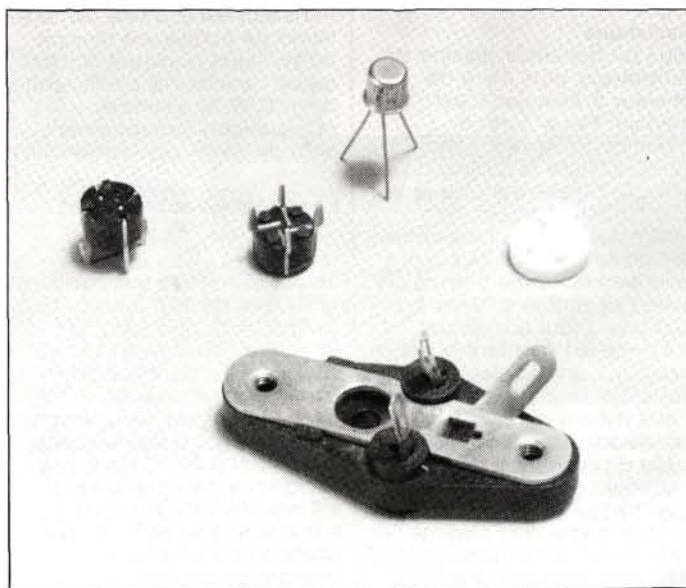
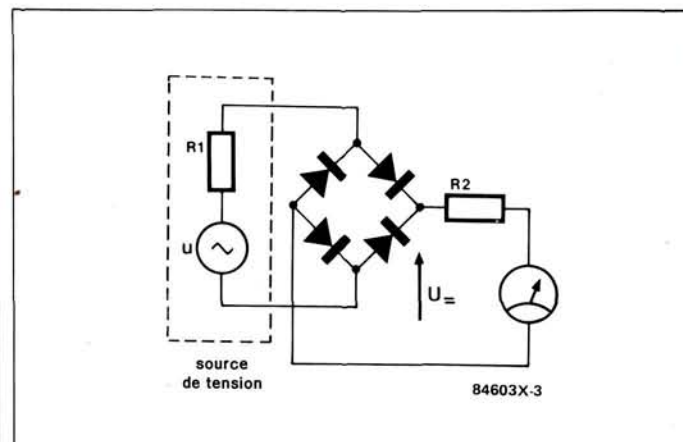

Figure 2 - Il existe des supports aussi bien pour les petits que pour les gros transistors.
Figure 3 - Un redresseur composé de quatre diodes et d'un galvanomètre permet de mesurer la valeur moyenne d'un signal alternatif.
**Figure 2 - Le montage qui permet de calibrer votre shunt n'est pas agréé par l'Administration des Poids et Mesures. Votre prof de technologie vous indiquera comment déterminer la résistivité du fil d'étain-plomb.**
**Figure 2 - Résistances de faible (1/4, 1/2 et 1 W) et forte (5, 9, 17 W) puissance. Le lien entre la taille et la puissance peut se révéler trompeur. Il existe notamment des résistances de très forte puissance (vitrifiées) de très petite taille.**
Pour plus de sécurité, vous pouvez tenir la broche avec une pince à becs fins pendant la soudure. Avec l'expérience, le risque de "tuer" un transistor par surchauffe pendant la soudure s'amenuise jusqu'à disparaître complètement. C'est pourquoi les supports ne sont pas absolument indispensables pour les transistors, qu'en règle générale on soude directement sur la platine. Rien ne vous empêche d'utiliser des supports, tels qu'on en trouve dans le commerce spécialisé, pour tous les types de boîtiers. La **figure 2** en présente quelques types parmi les plus courants. Ils comportent un corps isolant (par exemple en téflon), des douilles et des broches de connexion disposées en cercle. Le contact électrique et la tenue mécanique sont assurés par des ressorts.
Voyons de près le signal alternatif de la **figure 2**. Le tracé de la tension est celui d'une sinusoïde (courbe a). Le courant à travers la résistance R a la même forme (courbe b). On parle de tension et de courant sinusoïdaux. Lorsque l'on multiplie les valeurs instantanées de tension et de courant l'une par l'autre, on obtient une valeur de puissance instantanée. En répétant l'opération, on finit par obtenir une courbe de puissance sinusoïdale (courbe c) comme la courbe de tension et de courant. Il reste à définir la puissance moyenne au cours d'une période T du signal alternatif, ce que l'on obtient avec un redresseur de valeur moyenne du type de celui de la **figure 3**. En multipliant l'intensité moyenne du courant par la valeur moyenne de la tension, on obtient une puissance moyenne certes, mais
Figure 2 - Si la tension appliquée à la résistance est sinusoïdale (a), il va circuler un courant sinusoïdal (b). Si l'on détermine la puissance instantanée pour la période  $T$  du signal alternatif à l'aide de petits échantillons périodiques, on obtient une courbe de puissance sinusoïdale (c).